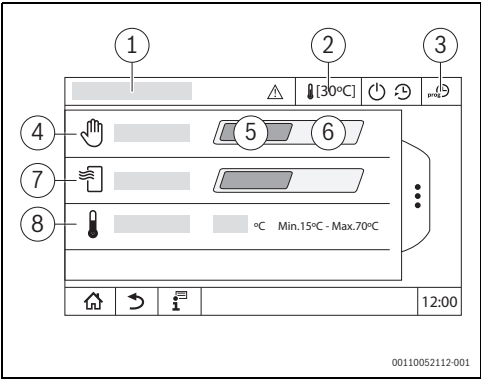

图2 扩展功能，手动运行模式
► 点击 **关** (→ 图 2, [5], 第 6 页)。